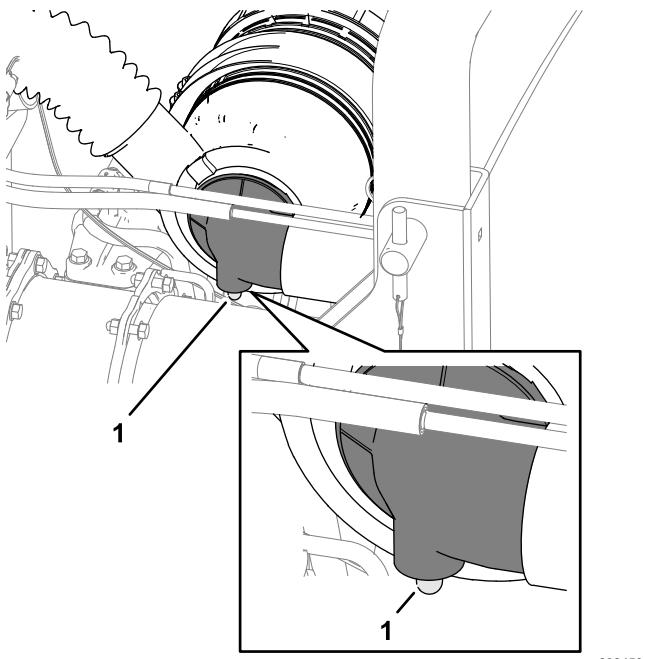

Figura 52
- Compruebe el indicador de obstrucciones del filtro de aire (Figura 52).
Nota: Revise el filtro de aire primario cuando el indicador de obstrucciones del filtro (Figura 52) se ve rojo. Los cambios frecuentes del filtro aumentan la posibilidad de que entre suciedad en el motor al retirar el filtro.